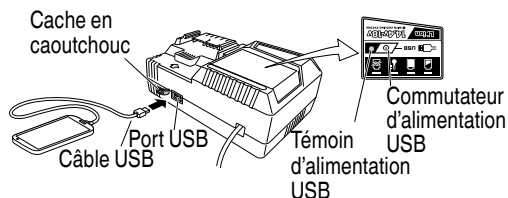

Fig.9
- (2) Mettez le commutateur d'alimentation USB sur marche (Fig. 9)
- (3) Connectez le câble USB. (Fig. 9)
- Mettez le commutateur d'alimentation USB sur arrêt et débranchez le câble d'alimentation de la prise électrique. (Fig. 9)